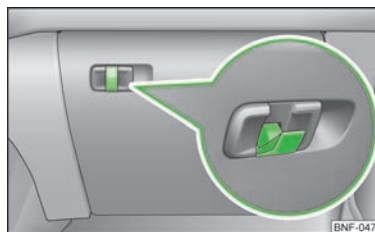

Fig. 50
På åbningsgrebet på klappen til handskerummet i passagersiden er der placeret en krog » Fig. 50, der kan klappes ned, og som du kan anvende til at hænge mindre bagage, fx tasker, på.
- Når krogen » Fig. 50 er klappet ned, kan handskerummet ikke åbnes.